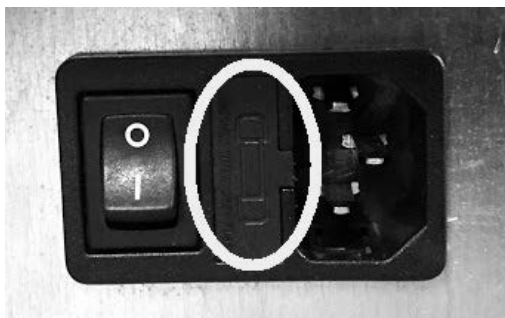

Fig. 57 - Ventanilla con los fusibles de remover
- Para la sustitución de los fusibles en la toma de corriente que se encuentra en la parte posterior de la estufa, abrir la ventanilla con la ayuda de un destornillador (véase **Fig. 57**) y extraer los fusibles que tienen que ser cambiados.